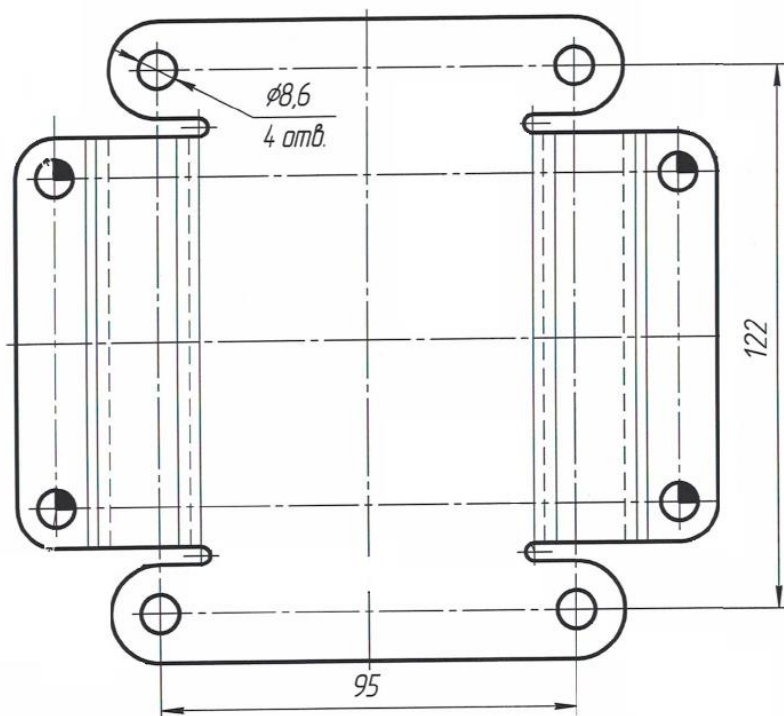

Рис. 8. Крепёжная площадка МПП «Гарант-Т1».
6.3. Закрепить крепёжные площадки модуля в соответствии с определенными местами крепления и разметкой отверстий (рис. 8).